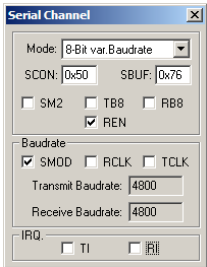

图 21-19 串口传输结束
- (8) 继续按 F10 键，分别完成串行数据的发送及接收。此时程序中清零 TI 和 RI，并结束串口传输，如图 21-19 所示。
- (9) 语句全部执行完毕后，选择“Debug”→“Start/Stop Debug Session”命令，可以退出程序仿真调试环境。